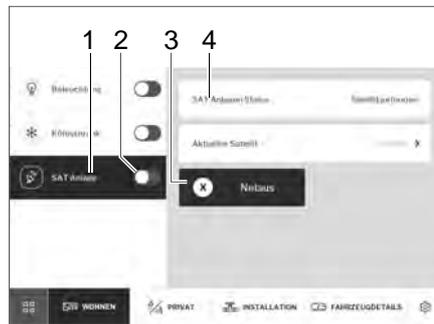

Bild 260 Satellitenanlage
- Mit Schiebeschalter (Bild 260,2) Satellitenanlage ein- oder ausschalten.
- Auf Schaltfläche *SAT-Anlage* (Bild 260,1) tippen. Der ausgewählte Satellit wird angezeigt (Bild 260,4).
- Auf die Schaltfläche *Notaus* (Bild 260,3) tippen, wenn die Anlage gegen einen Widerstand fährt.